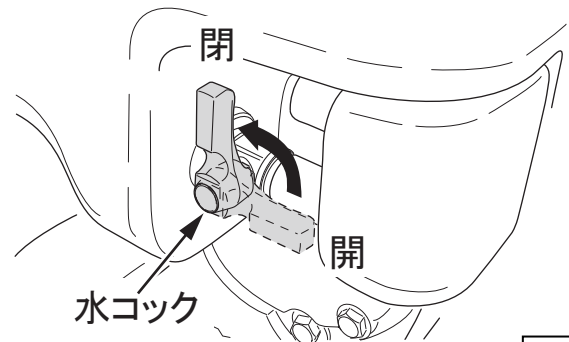

図 24
2. 散水作業を行っていた時は水タンクのコックを閉じます。(図24)